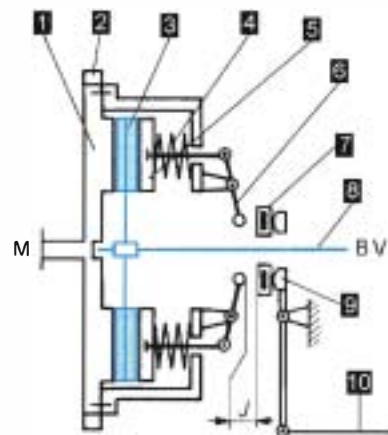

Figure 2.5A • Principe de l'embrayage mécanique : position « embrayée ».
Les figures 2.5A et B présentent le dispositif de ce type d'embrayage.
• **Débrayage** (figure 2.5A, page précédente). Le conducteur agit, par la commande ⑩, sur la fourchette d'embrayage ⑨. La fourchette pousse la butée ⑦. Cette dernière appuie sur les doigts du mécanisme ⑥ qui basculent. Le plateau presseur ⑤ s'écarte. Le **disque est libéré**.
- nombre de surfaces de contact, $n = 2$ (éléments 1 et 5 de la figure 2.5A).